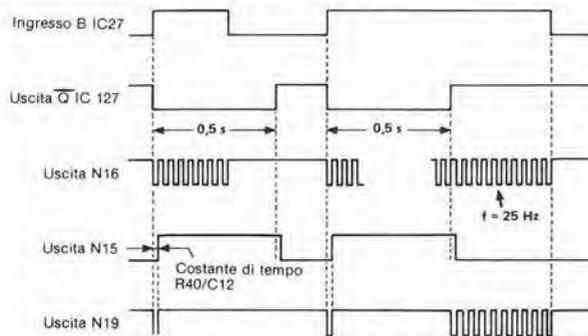

Figura 3. Questo schema degli impulsi dà una buona idea del modo di funzionare del generatore d'impulsi del cursore.
quenza di 25 Hz, ed il cursore si muoverà verso destra o verso sinistra sullo schermo a velocità molto maggiore. Si arriva a questo risultato nel seguente modo. Quando viene azionato un pulsante, l'uscita dell'oscillatore basato su N16 passa immediatamente al livello logico "0". Contemporaneamente viene attivato MMV3, in modo da portare a "0" anche la sua uscita \bar{Q} . La combinazione R40/C12 ritarda brevemente la reazione di N15 all'apparire dello "0". Di conseguenza N19 passa lo "0" di N16 al contatore. Dopo questo breve intervallo, l'uscita di N15 passa al livello "1", e quindi il segnale dell'oscillatore viene bloccato da N19. Una volta trascorso il tempo del multivibratore (0,5 secondi), l'uscita di N15 torna al livello "0" e viene passata ai contatori alla frequenza di 25 Hz. La figura 3 aiuterà a chiarire tutto questo.
Figura 3. L'economizzatore di carburante non indica l'esatto numero di giri, ma dà un'idea generale del fatto che essi siano troppo bassi, troppo alti, o giusti.
La figura 3 mostra come funziona il display in relazione alla curva coppia/velocità di rotazione. Basteranno tre LED. Avere un segnale acustico supplementare significa che non si devono tenere d'occhio i LED in continuità. Una nota breve segnala il passaggio dal campo del verde a quello del rosso, ed indica che è il momento di cambiare marcia. Quando si supera il numero di giri massimo viene generata una nota di avviso intermittente.
2. Il limite inferiore ($n1$) e quello superiore ($n2$) della velocità di rotazione del motore, vengono ricavati dalla curva coppia/giri del motore (vedi figura 3). Se la curva non si trova nel manuale, chiedetela al rappresentante da cui avete comprato la macchina.